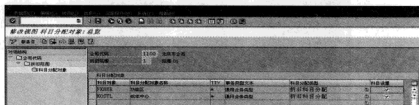

图 10-52 编辑“科目分配对象”
STEP 2 选择某条“折旧范围”, 然后单击左栏中的“科目分配对象”选项, 右栏中将显示该“折旧范围”下对应的“科目分配对象”清单, 如图 10-52 所示, 从中可以进行编辑。